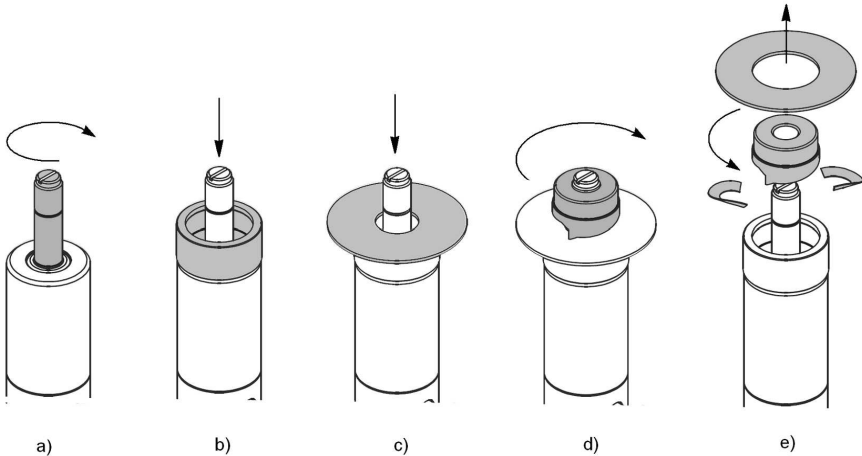
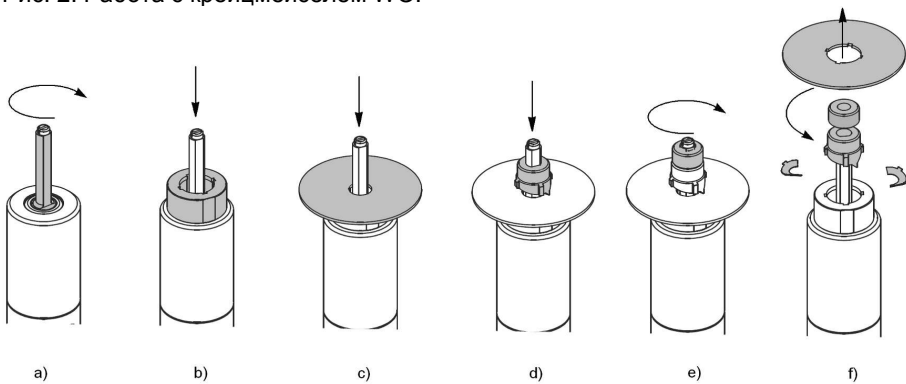

Рис. 2. Работа с крейцмейселем WO.
Рис. 3. Работа с крейцмейселями WO-Z и WK.
2. Вкрутить шпильку на полную длину винта (для головки GW2 следует применить редукционную втулку) в гнездо поршня головки (Рис. 2а, Рис. 3а).
4. Ввести шпильку в предварительное отверстие (ранее выполненное в жести) (Рис. 2с, Рис. 3с).
5. Накрутить пуансон крейцмейселя на шпильку или одеть пуансон и накрутить гайку (Рис. 2d, Рис. 3d и Рис. 3е).
6. Докрутить пуансон или гайку удаляя свободу между жестью и матрицей (Рис. 2d, Рис. 3е).
9. Снять пуансон и удалить отброс (Рис. 2е, Рис. 3f).